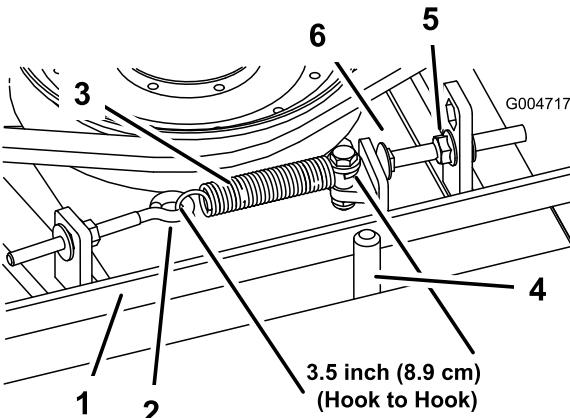

Figura 65
8,9 cm \pm 6 mm (lado interior). Logo que se obtenha a tensão correcta da mola, ajuste o pino de fecho (parafuso da carroçaria) até haver uma folga aproximada de 3 mm $+1,5/-0,0$ mm entre a cabeça do parafuso e o braço intermédio (Figura 65).
Nota: Certifique-se de que a correia está colocada no lado da mola do guia da correia (Figura 65).
2. Desaperte o parafuso com olhal permitindo a remoção da mola de extensão (Figura 65).
3. Desaperte a porca flangeada que fixa o pino de fecho na patilha de montagem. Puxa a porca ligeiramente para trás para permitir que o braço intermédio passe pelo pino de fecho (Figura 65). Retire a polia intermédia da correia para aliviar a tensão da correia.
- Volte a ligar a mola de extensão (Figura 65) ao parafuso de olhal e aplique a tensão na correia como se segue: